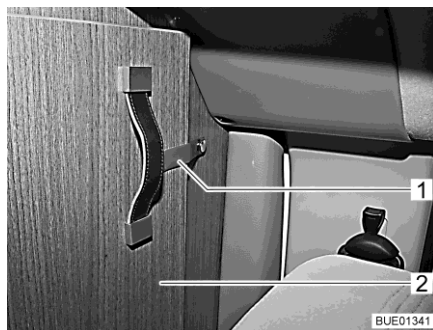

Fig. 52 Reggetta di sicurezza
- Sciogliere la reggetta di sicurezza (Fig. 52,1) dalla parte ribaltabile della separazione cabina di guida (Fig. 52,2).